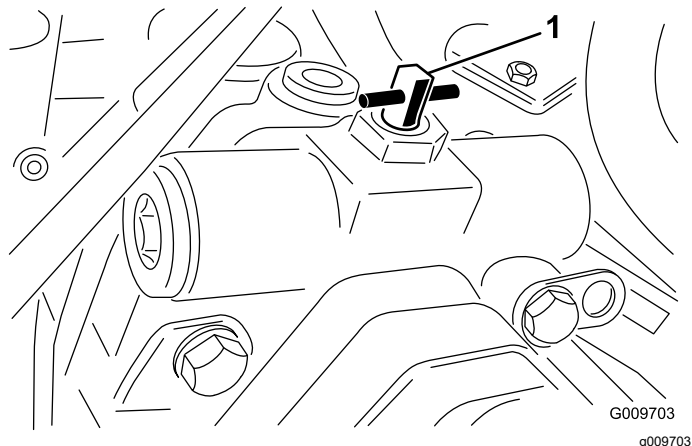

Figura 77
3. Girate la valvola di 90° (1/4 di giro) in qualsiasi direzione per aprirla e consentire al fluido di effettuare il bypass internamente (Figura 77).
- Girate la valvola di 90° (1/4 di giro) in qualsiasi direzione per aprirla e consentire al fluido di effettuare il bypass internamente (Figura 77).